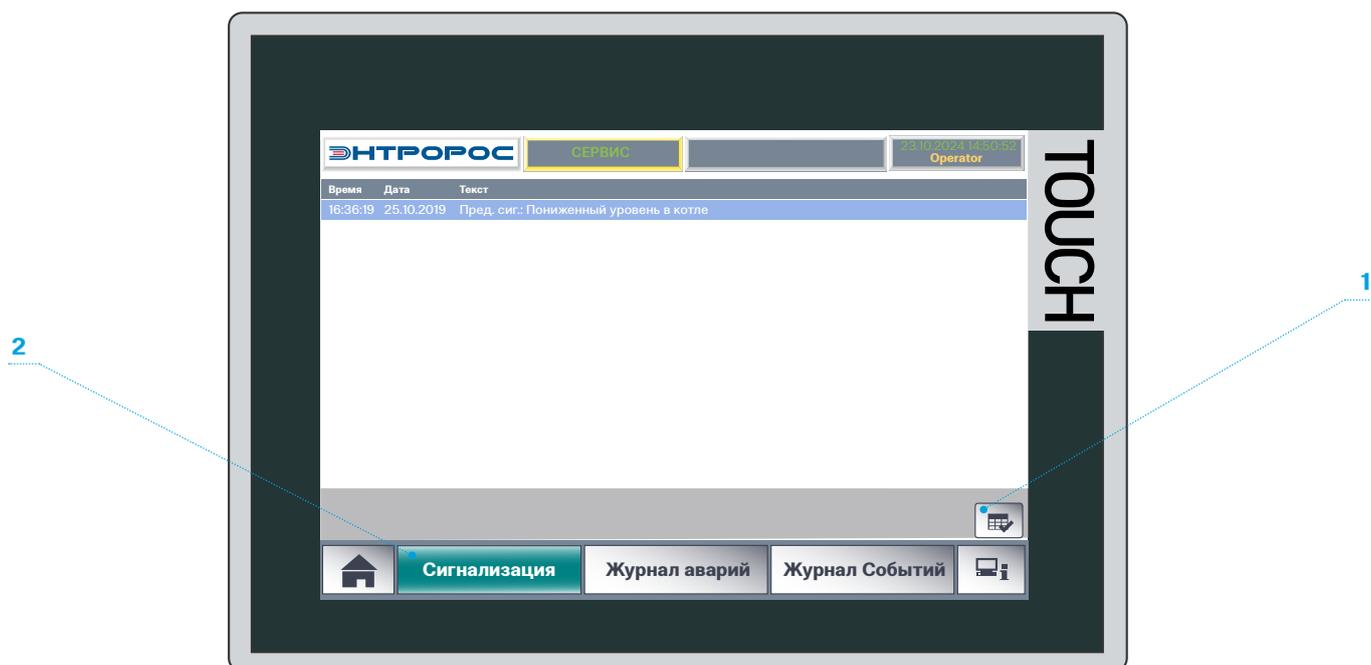

Рис. 17
Данная ветвь пользовательского меню (рис.17) служит для просмотра всех зарегистрированных событий в системе. Система сообщений ЧМИ интерфейса построена по принципу стека FIFO (первый пришел – первый вышел), который основан на всех функциях предустановленной ОС панели оператора, а также ограничена физической памятью панели и ее хватает на хранение и сортировку последних 1024 сообщений
- окно сигнализации (рис. 17);
Окно сигнализации служит для предоставления оператору информации о наличии предупредительной или аварийной сигнализации. По результату просмотра данного окна оператор принимает нужное решение о квитировании (просто нажатием кнопки 1 (рис.17)) конкретного аварийного или предупредительного сообщения, в результате чего сразу деактивируется аварийная сигнализация.